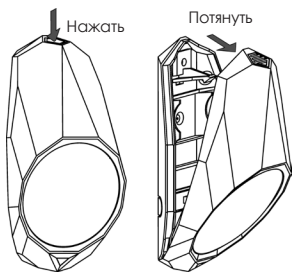

Рисунок 3
8.1 Вскройте корпус. Для этого, нажмите кнопку (4) на крышке и потяните крышку на себя (см. Рисунок 3).